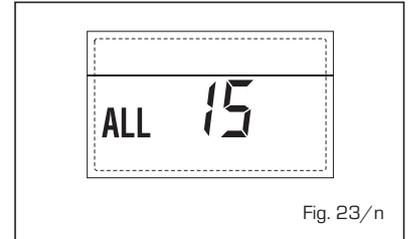

Fig. 23/n
- **ANOMALÍA SONDA EXTERNA "PARRPADEANT"** (fig. 23/p)